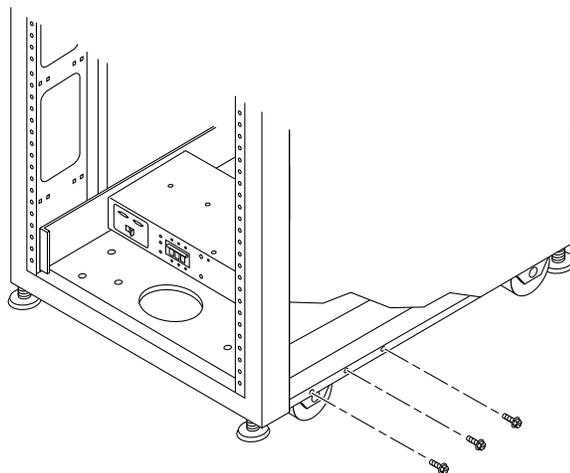

図 2-5 取り付けねじの取り外し
1. 記憶装置システムの右側の底にある 3 つの取り付けねじを外します (図 2-5)。